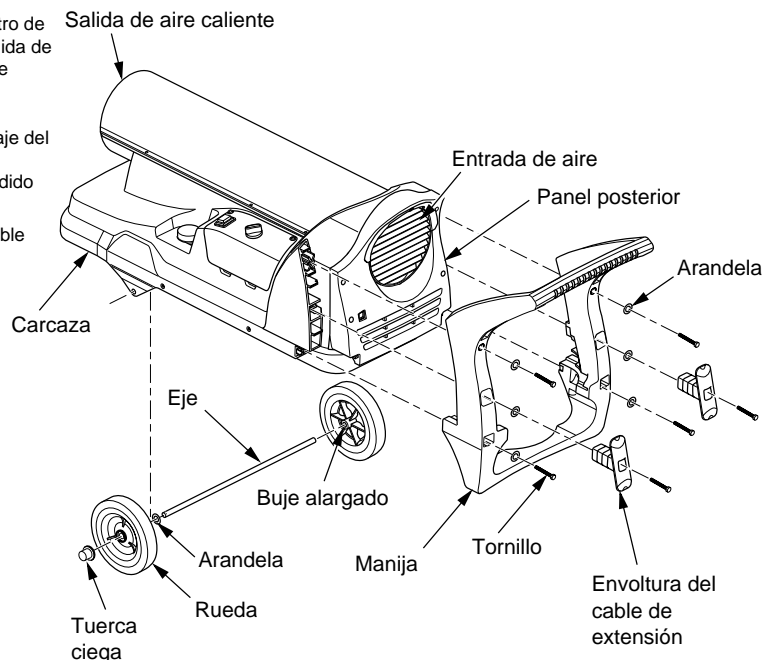

Figura 3 - Ensamblaje de las ruedas y la manija
1. Deslice el eje a través de la carcasa. Instale las arandelas y las ruedas en el eje según se muestra en la figura 3.
IMPORTANTE: Al instalar las ruedas, apunte el buje alargado de las ruedas hacia la carcasa (consulte la figura 3).